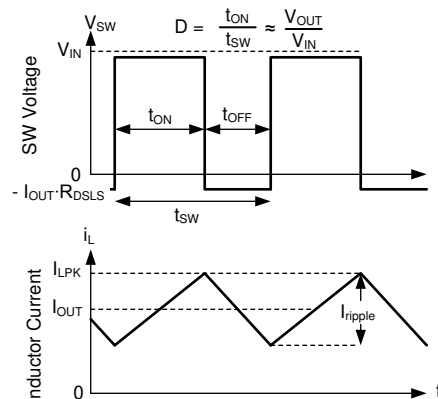

图 7-10. 连续导通模式 (CCM) 下的 SW 电压和电感器电流波形
有关 LM656x5-Q1 的以下运行说明，请参阅节 7.2 和图 7-10 中的波形。两者都以变化的占空比 (D) 打开内部高侧 (HS) 和低侧 (LS) NMOS 开关，从而提供稳定的输出电压。在 HS 开关导通期间，SW 端子电压 V_{SW} 摆动至大约 V_{IN} ，电感器电流 i_L 以线性斜率增加。HS 开关由控制逻辑关闭。在 HS 开关关闭时间 t_{OFF} ，LS 开关打开。电感器电流通过 LS 开关放电，这会强制 V_{SW} 通过 LS 开关两端的压降摆动到地电位以下。稳压器环路调节占空比以保持恒定的输出电压。D 由 HS 开关在开关周期内的导通时间定义： $D = T_{ON}/(T_{ON} + T_{OFF})$ 。